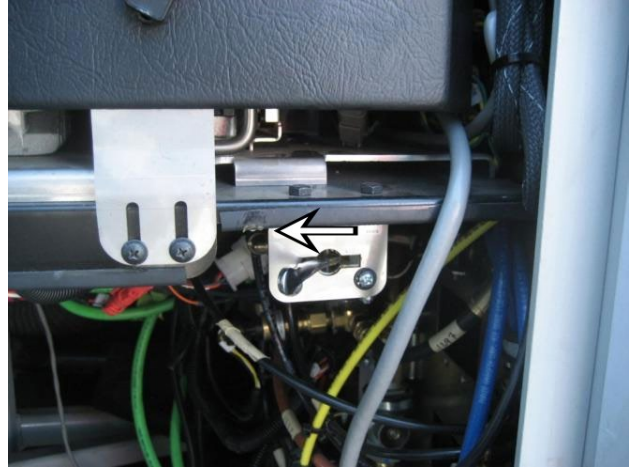

FIGURE 57: EMPLACEMENT DU LEVIER DU RÉGULATEUR POUR LES AUTOCARS DE BANLIEUE
7. Seulement sur les autocars de banlieue de la série X, le régulateur se trouve dans le compartiment de service avant. Le basculer vers l'avant tel qu'indiqué à la Figure 57.